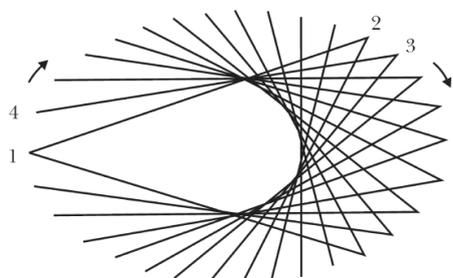

Рис. 2.30. Схема неполного прошивания овала
8. Неполное прошивание окружности (овала). Фигуру размечают как обычно. Прошивание начинают в точке 1, но края заполняют разреженно, а к середине стежки прокладывают гуще (рис. 2.30).